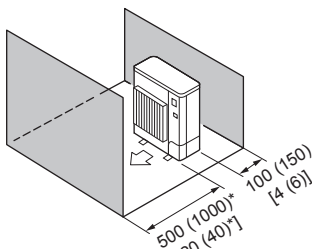

Fig. 2-10
- ⑤ Obstáculos sólo en la parte delantera y trasera (Fig. 2-10)